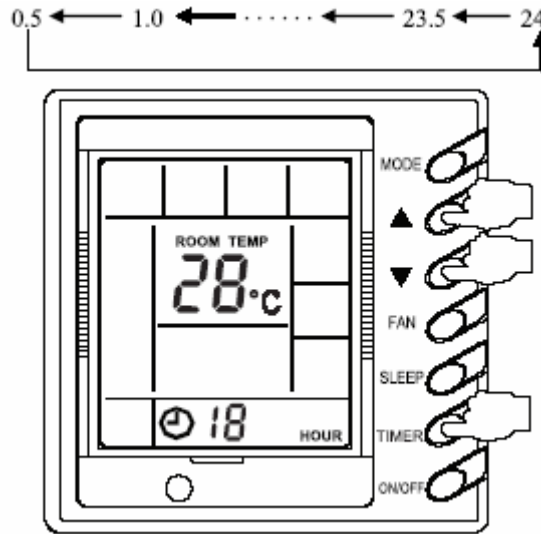

Figura 18
⚠ **NOTA:** La Figura 17 mostra lo stato di accensione dell'unità. Quando la comunicazione è normale, in entrambi i casi (accensione e spegnimento) verrà mostrata la temperatura ambiente, qui non è presente “linea reticolare”, nella Figura 18 viene mostrata l'unità spenta.
1.2 Regolazione del temporizzatore (Figura 18)
**NOTA:** La Figura 18 mostra la zona rilevante.